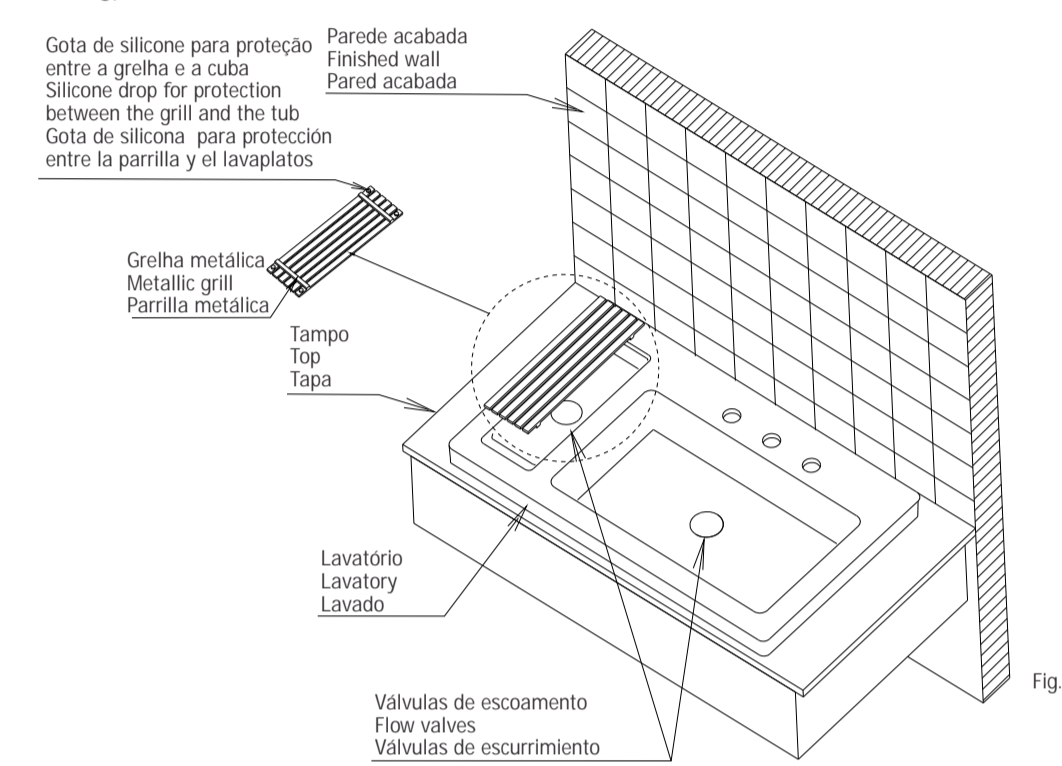

Fig. 8
- 8** Posicionar a grelha metálica, conforme Fig. 8.
Position the metallic grill according to Fig. 8.
Posicionar la Parrilla metálica, de acuerdo Fig. 8.